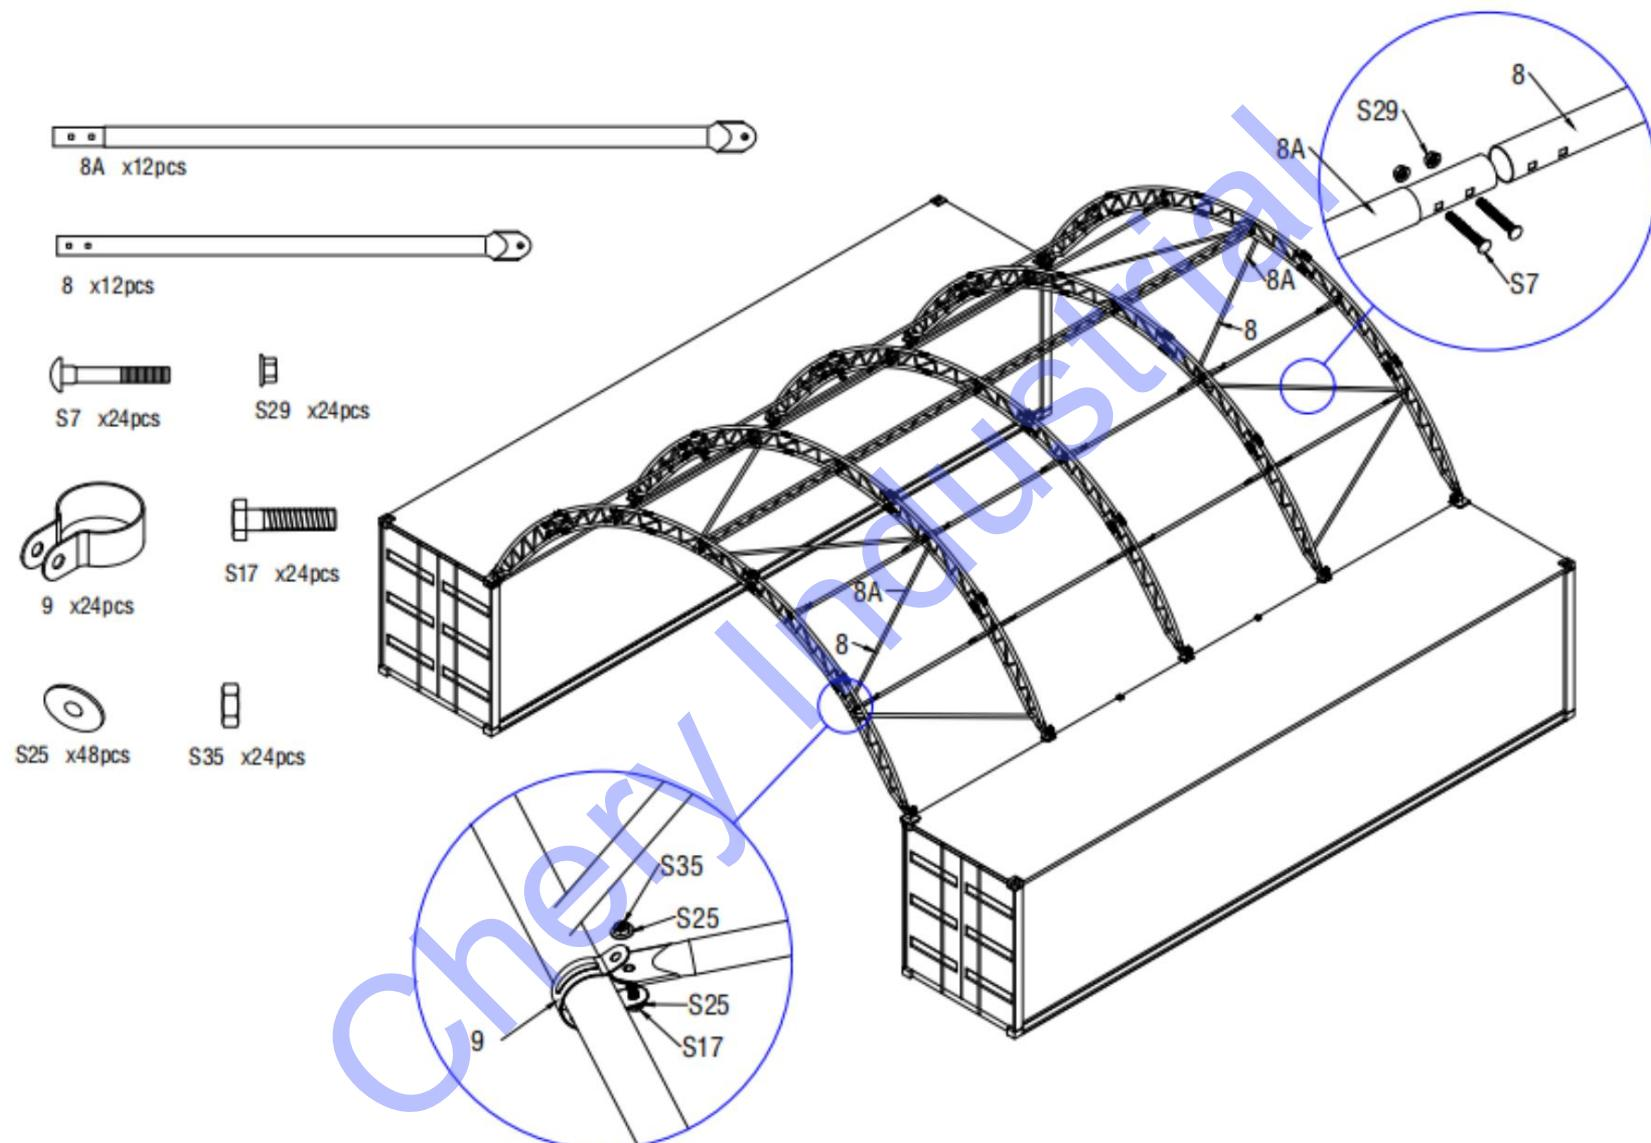

Figure 8
2.6. Connectez les tubes de support diagonaux (pièce n° 8 et n° 8A) à l'aide du boulon M8x60mm (pièce n° S7), puis installez les tubes de support diagonaux sur les arches à l'aide de clips (pièce n° 9) comme le montre la figure 8 ci-dessous. Il y a au total deux groupes de tubes de support diagonaux comme le montre la figure.